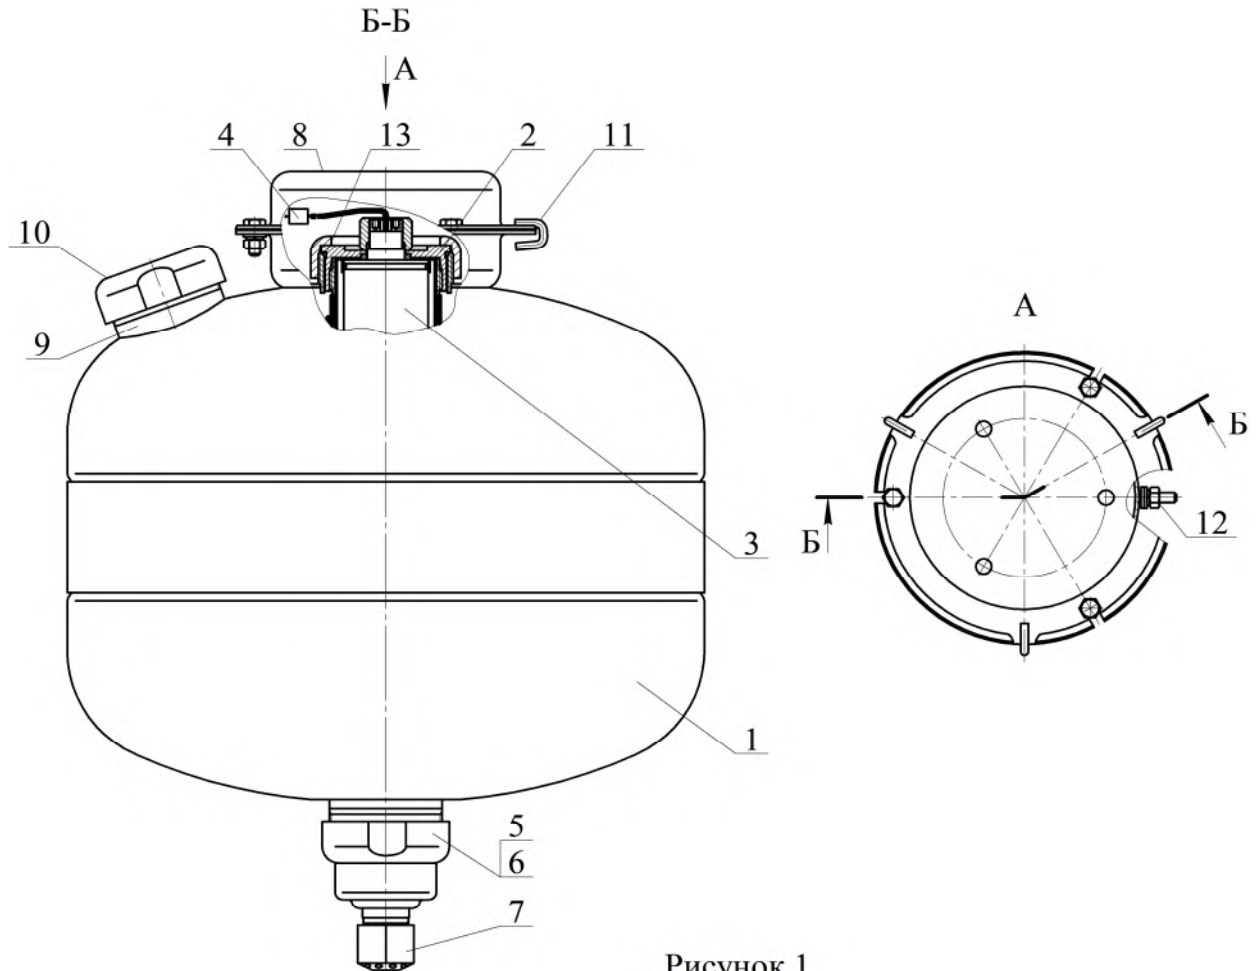

Рисунок 1
4.1.1 МУПТВ (см. рисунок 1) состоит из корпуса 1, заправленного ОТВ, в котором размещено газогенерирующее устройство 2. В герметичный корпус газогенерирующего устройства ИХГ 3 с элементом электропусковым 4. Нижняя горловина корпуса перекрыта срезной мембраной 5, которая поджата гайкой 6. С гайкой 6 через фильтрующий элемент соединен насадок-распылитель 7. В верхней части корпуса расположены кронштейн 8 для крепления к потолочному перекрытию, горловина 9 для заливки ОТВ и предохранительный клапан 10. Для фиксации МУПТВ при монтаже на кронштейне 8 закреплены три скобы 11. МУПТВ имеет заземляющий зажим 12.
4.2.1 После подачи электрического импульса на выводы элемента электропускового **4** (см. рисунок 1) ИХГ **3** генерирует газ, который создает давление внутри корпуса МУПТВ для вскрытия мембраны **5** и выпуска через насадок-распылитель **7** в зону горения тонкораспыленной струи ОТВ.
6.3 Закрепить кронштейн 8 (см. рисунок 1) на потолке. Координаты отверстий в кронштейне приведены на рисунке 3.
6.5.3 Полученный раствор ОТВ залить в отверстие верхней горловины 9 (см. рисунок 1). Для окончательного приготовления ОТВ открыть упаковку с жидкой добавкой к воде и залить ее в отверстие верхней горловины 9. Установить в отверстие горловины предохранительный клапан 10. Сверху закрутить гайку до упора.
6.6 На выпускную горловину гайки **6** (см. рисунок 1) накрутить до упора насадок-распылитель **7**.
7.3 Комплект поставки для перезарядки МУПТВ (см. рисунок 1):